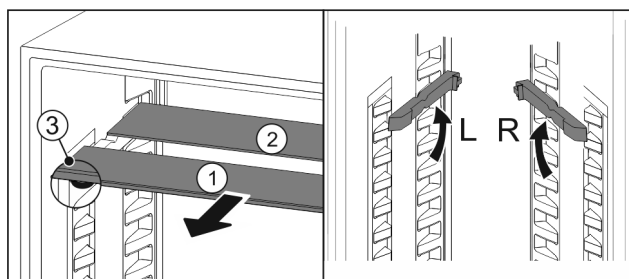

Fig. 94
- Glasplaten afzonderlijk vanaf de voorkant eruit trekken Fig. 94 (1).
- Glasplaat Fig. 94 (1) met sierlijst ligt voor.
- Stops Fig. 94 (3) zijn naar onder gericht.